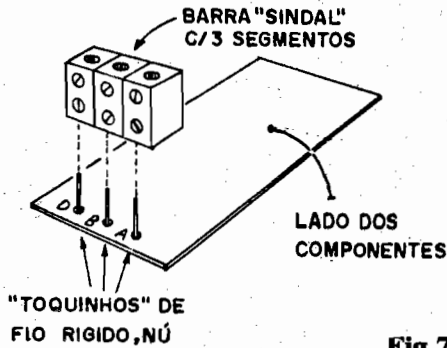

Fig.7
- FIG. 7 - MÉTODO PRÁTICO DE CONEXÃO SEMI-PERMANENTE PARA BOBINA E CAPACITOR VARIÁVEL - Na busca de soluções práticas para o eventual "coloca-tira" de bobinas e capacitores variáveis, durante as experimentações, uma saída lógica é dotar os pontos A-B-D da placa de um trio de contatos tipo "Sindal" (um pedaço de barra parafusável, com 3 segmentos...). Para tanto, inicialmente devem ser soldados aos furos/ilhas, três "toquinhos" de fio rígido e nú, de modo que sobressaia cerca de 1 cm. sobre a face não cobreada da placa... A tais fiozinhos, a trinca de conetores "Sindal" deve ser fixada e ligada (através dos parafusos para isso existentes nos segmentos), ficando a parte superior da dita barreira de segmentos totalmente livre para a inserção e ligação dos fios/terminais de bobina e capacitor variável (conforme esquema da fig. 6). A solução é elegante, tecnicamente boa, e de fácil "troca-troca", simplificando a experimentação de diversos conjuntos bobina/capacitor, à vontade!